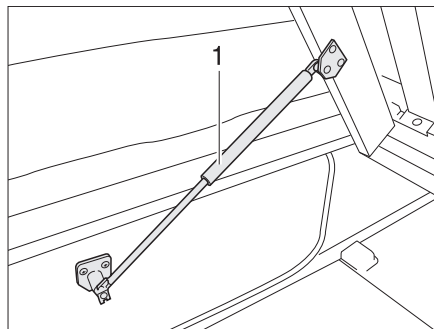

Fig. 143 Lit fixe
- Soulever le sommier à lattes. Les ressorts à pression de gaz (Fig. 143,1) maintiennent le sommier à lattes en position ouverte.